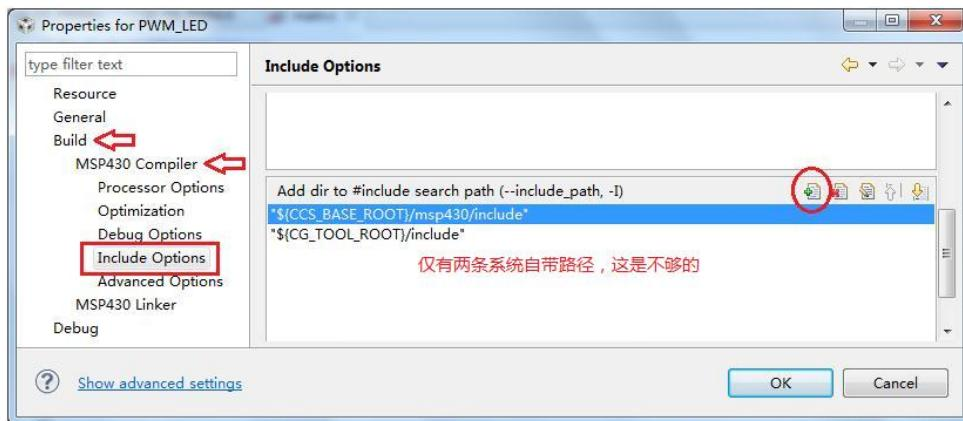
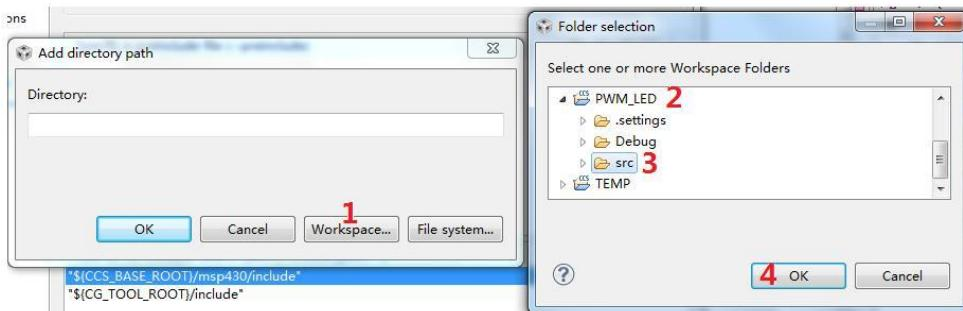
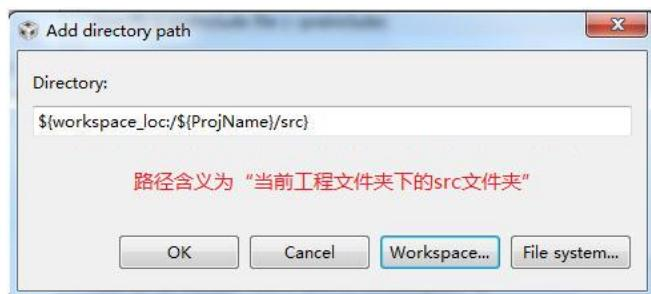

图 6.19 工程属性设置界面
图 6.20 从工作空间中选择文件包含路径
图 6.21 外部文件的相对路径
- 2) 回到如何正确设定文件包含路径这个主题上来， PWM_LED/src 是不会自动出现的，一定要靠人工设置。在工程上点击右键菜单，选择最下面的 Properties，就可得到图 6.19 所示的工程属性设置界面。
- 3) 参考图 6.19，依次点击 Build → MSP430 Compiler → Include Options，我们可以看到默认只有两条系统路径，没有我们自己的文件路径。点击  添加文件路径，将进入图 6.20 所示的 Add directory path 窗口。依次点击 Workspace → PWM_LED → src → OK 就选定了外部文件路径。
- 4) 点击 OK 后，我们得到图 6.21 所示的窗口。\${workspace_loc}/\${ProjName}/src} 里面包含有“通配符”，可以指明相对路径。这样定义路径的好处是，无论将来把程序复制到哪台计算机上，都不用重新设置路径，因为路径的含义是“工作空间下对应的工程文件夹里的 src 文件夹”。这也就是为什么在图 6.20 中，我们选择点击 workspace 选择路径，而不去选择 File system 设置路径的原因。